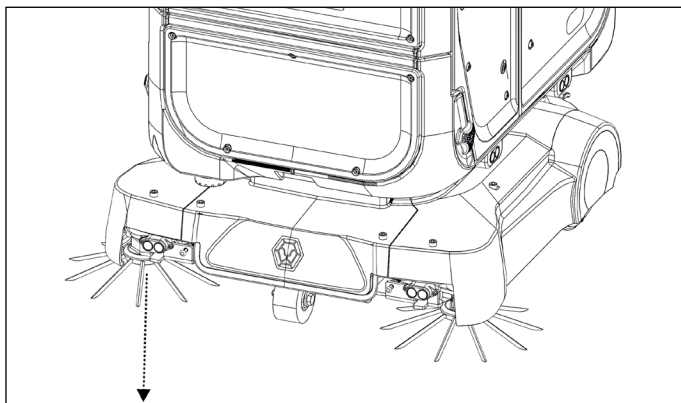

Figure 77
2. Retirez l'ancienne brosse latérale en appuyant fermement sur le noyau de la brosse latérale (**Fig. 77**).